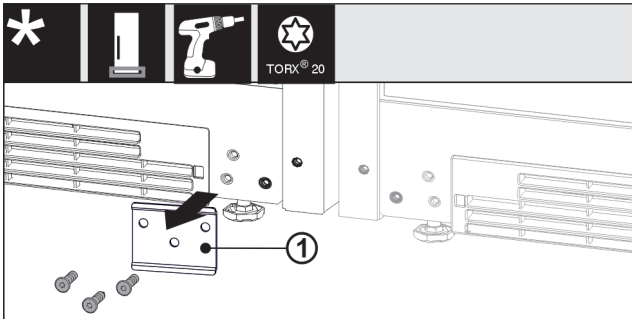

Fig. 14
- ▶ Indien ingebouwd, plaat Fig. 14 (1) eraf schroeven.